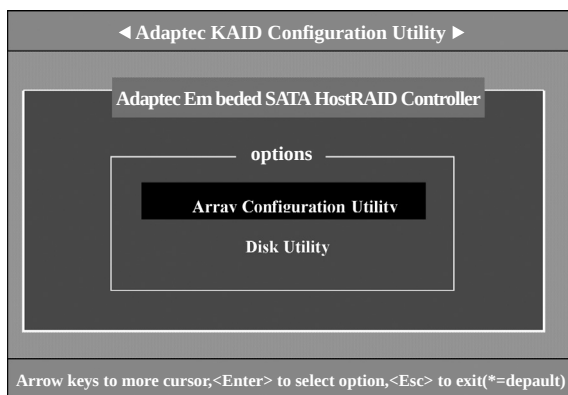

图 4-8 SATA RAID 配置操作菜单
进入 BIOS 设置界面后，出现如图 4-8 所示配置窗口界面：
- 第一步：开机后，根据屏幕提示，按 <Ctrl><A>，进入配置窗口界面。（如图 4-8）